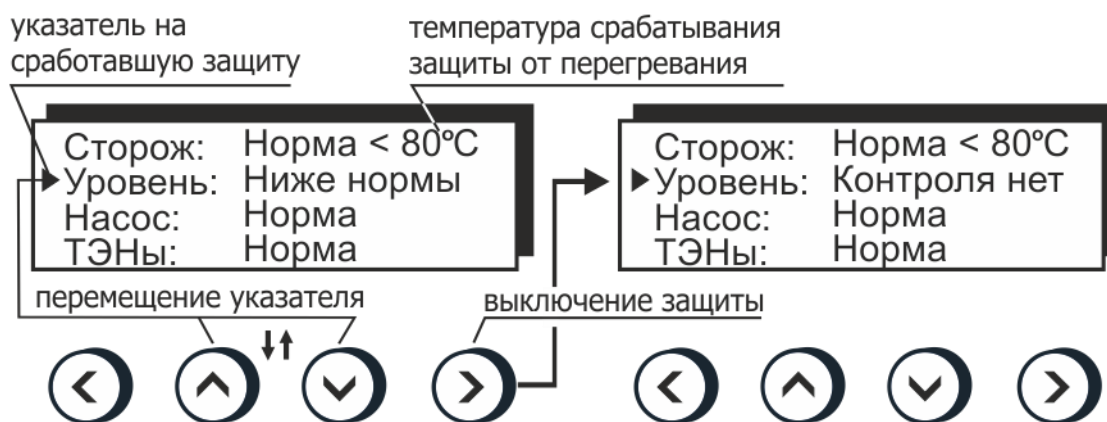

Рисунок 8 — Пример срабатывания защиты
- вращением регулятора 18 установить желаемую температуру срабатывания защиты, контролируя ее значение на дисплее (рисунок 8);